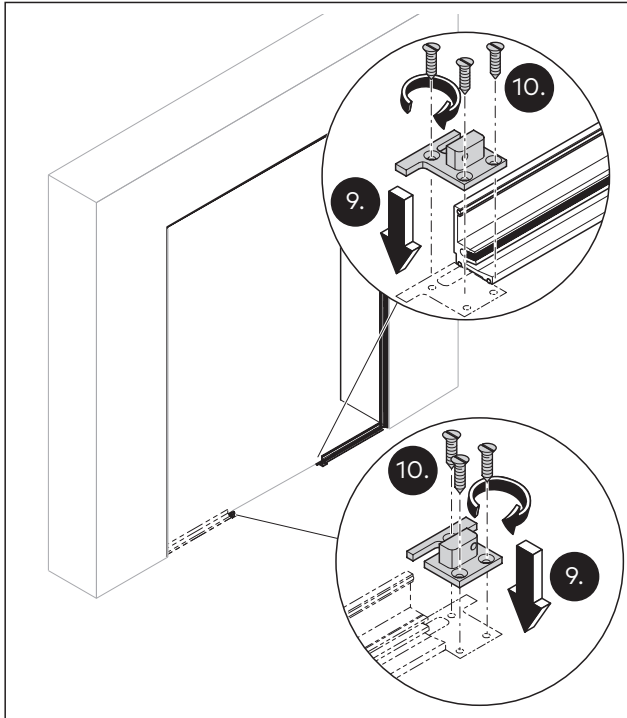

Abb. 19 Beispiel für das Anbringen der Zargenpositionierer an ein Aufnahmeprofil aus Sicht der Bandseite
9. Die Zargenpositionierer ausrichten (Abb. 19).